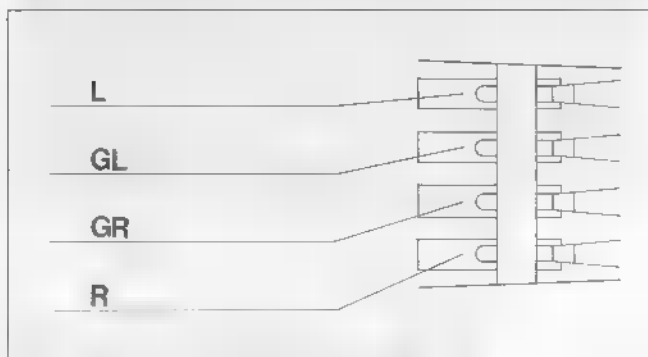

Fig. 13
3. Die Anschlüsse am Systemträger und Tonabnehmersystem sind gekennzeichnet (Fig. 13). Verbinden Sie die Anschlußlitzen des Systemträgers mit den entsprechenden und gleich gekennzeichneten Anschlußstiften des Tonabnehmersystems.
3. The connection inputs on the cartridge holder and on the cartridge are color coded (Fig. 13). Connect the leads of the cartridge holder to the correspondingly coded connection pins of the cartridge.